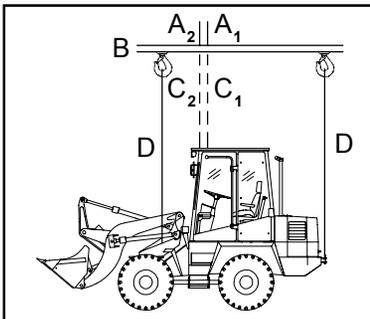

Bild 7-4
- Der Aufnahmepunkt ((7-4/A₁ - Gerät ohne Standardschaufel) bzw. (7-4/A₂ - Gerät mit Standardschaufel)) des Tragmittels (7-4/B) muß genau senkrecht über dem Schwerpunkt (7-4/C₁ bzw. 7-4/C₂) des Gerätes liegen (siehe Bild 7-4), damit sich das Lastaufnahmemittel **waagrecht** über der Längsmittelachse des Gerätes befindet.
(8) Contact de changement de mode de direction en position „essieu arrière directeur“ (4-8/3).
(9) Mettre le contact d'entraînement (4-7/1) sur position «0».
(10) Actionner le contact à bascule du système clignotant de sécurité (4-10/13).
(11) Lâcher le frein de parking (4-9/1).
- Le point de levage (7-4/A₁ - chargeur sans godet standard) ou (7-4/A₂ - chargeur avec godet standard) du palonnier de levage (7-4/B) doit être situé directement à la verticale du centre de gravité (7-4/C₁ ou 7-4/C₂) du chargeur (voir figure 7-4) de façon à ce que le palonnier de levage soit positionné **horizontalement** au-dessus de l'axe longitudinal du chargeur.
(8) De schakelaar voor de besturing in "achteruit" zetten (4-8/3).
(9) De schakelaar (4-7/1) voor de rijrichting in de "0"-stand zetten.
(10) De tuimelschakelaar voor de alarmknipperlichten (4-10/13) aanzetten.
(11) De handrem (4-9/1) uitzetten.